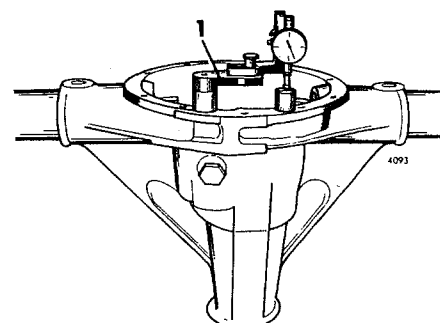

Fig 11-23. Nollställning av indikator-klocka
- a. Placera indikatorklockan och nollställningsblocket på drivaxelkåpens tätningsyta enligt fig 11-23. Se till att ytan är ren. Nollställ indikatorklockan.